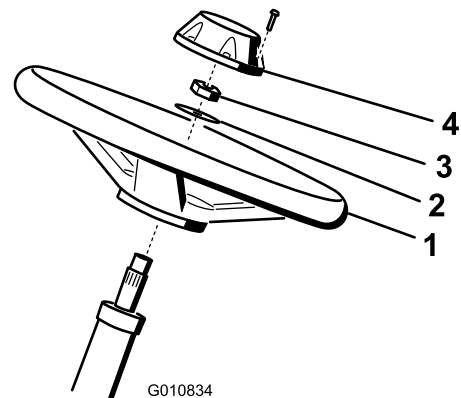

Bild 6
- Schieben Sie das Lenkrad auf die Lenkwelle (Bild 6).
- Schieben Sie die Scheibe auf die Lenkwelle (Bild 6).
3. Befestigen Sie das Lenkrad mit einer Sicherungsmutter an der Welle und ziehen es auf 27-35 N·m an (Bild 6).
4. Setzen Sie den Deckel auf und befestigen ihn mit sechs Schrauben am Lenkrad (Bild 6).